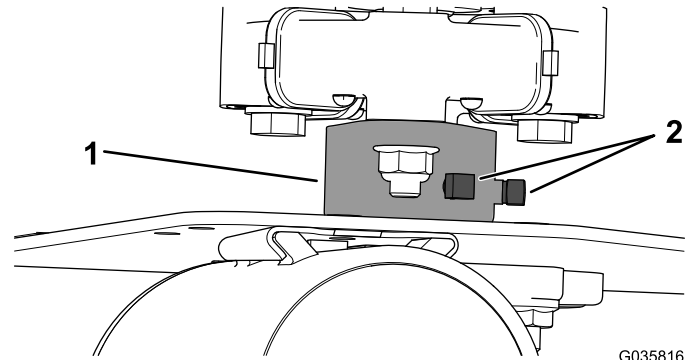

Figura 1
1. Desaperte os dois parafusos de afinação no encaixe da bomba hidráulica (Figura 1).